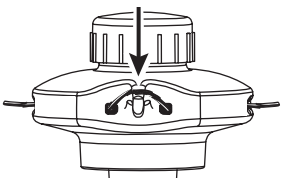

Fig. 8
5. Poussez le fil de la débroussailleuse derrière le crochet pour l'empêcher de se détacher en cours de fonctionnement (Fig. 8).